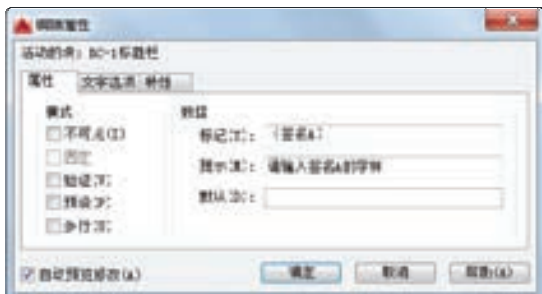

图 6-57 “编辑属性”对话框
- “编辑”按钮：单击此按钮，弹出图 6-57 所示的“编辑属性”对话框，从中可以修改指定相应的属性特性。